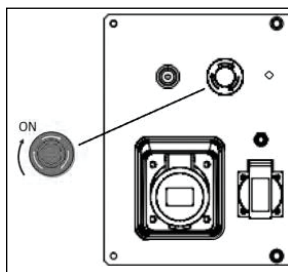

рис.10
- Убедитесь, что кнопка аварийной остановки не утоплена, повернув ее по направлению указанному стрелками на ней (рис.10).